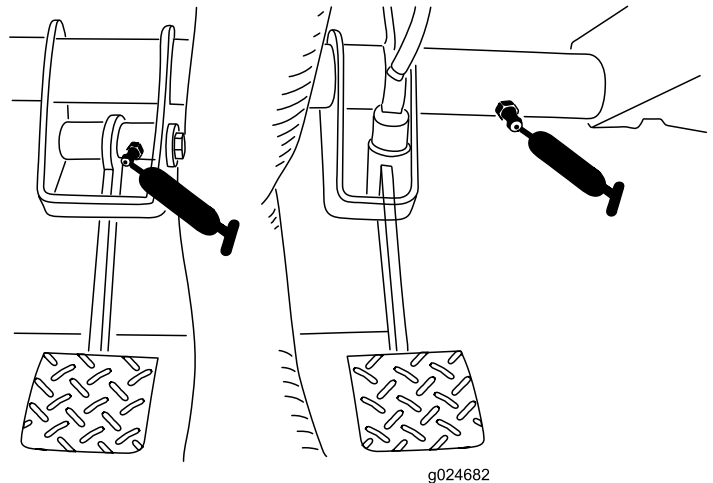

Figura 42
- Frizione (1) e freno (1) come illustrato nella Figura 42